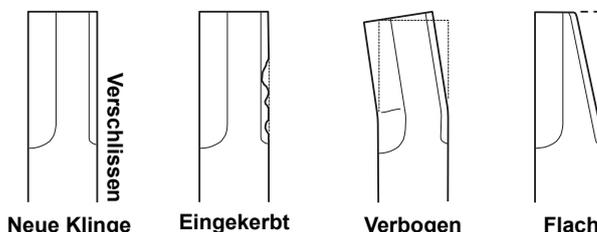
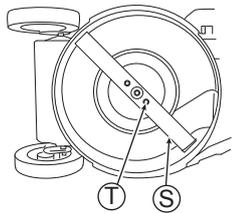

Abb. 32
Abb. 33
1. Vergewissern Sie sich, dass die Klinge (S) keine Kerben, Verbiegungen und keinen Verschleiß aufweist. (Siehe Abb. 32)
2. Wenn die Klinge (S) oder deren Befestigungsschrauben (T) "verschlissen", "gebrochen" oder "deformiert" sind, ersetzen Sie sich durch neue, von uns angegebene Teile.
3. Vergewissern Sie sich, dass die Klingebefestigungsschrauben (T) mit dem angegebenen Drehmoment angezogen sind. (Siehe Abb. 33)
2. Ziehen Sie die Klingebefestigungsschrauben (T) von Hand ordentlich an.
4. Vergewissern Sie sich, dass die Klingebefestigungsschrauben (T) mit dem angegebenen Drehmoment angezogen sind. (Siehe Abb. 33)